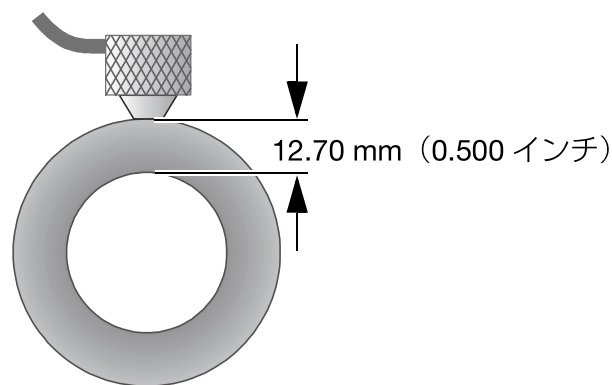

図 5-11 二振動子型探触子を接触させる場合
2. 適度な圧力で、探触子の先端を試験体の表面に接触させ、試験体の表面上で探触子をできるだけ垂直に当てます（63 ページ図 5-11 参照）。